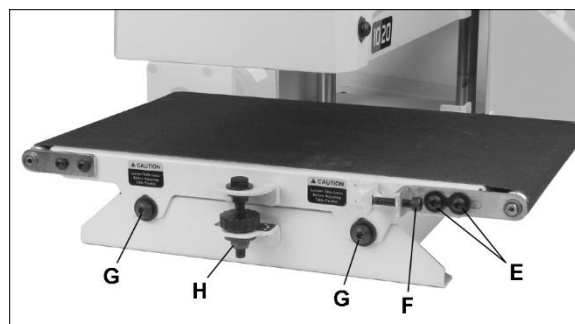

Рисунок 9-3: замена ленты транспортера
3. Ослабьте 2 винта (Е, рисунок 9-3) и поверните винты натяжения (F, рисунок 9-3) с обеих сторон транспортера, чтобы ослабить натяжение ленты, и заведите приводной ролик до конца внутрь.
4. Ослабьте 2 винта крепления стола транспортера к основанию (G, рисунок 9-3).
5. Открутите контргайку (G, рисунок 9-3).